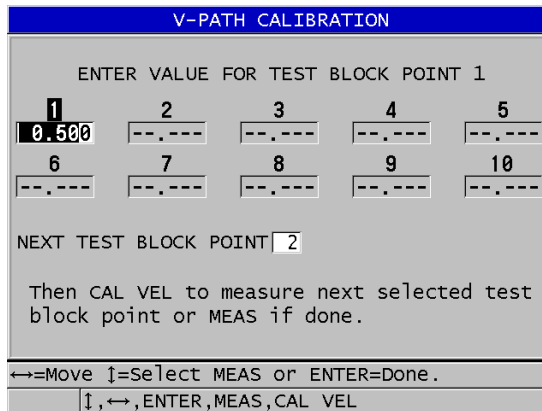

Figura 12-5 Editar o ponto 1 da calibração de V-path
9. Na tela **CALIBRAÇÃO DE V-PATH**, edite o ponto 1 com um valor que coincida com espessura conhecida (veja Figura 12-5 na página 247).